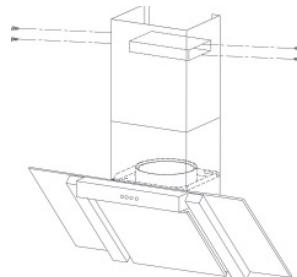

Imagen 12
- Fixe a saída T-sharp na parte interior da chaminé, ver *Imagen 12*.